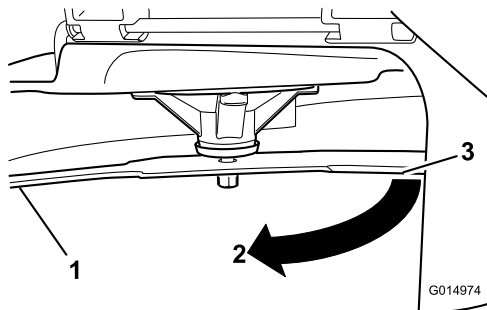

Figura 68
3. Segunda distancia medida entre cuchilla y superficie (B)
4. Gire la misma cuchilla 180 grados de manera que el otro extremo esté en la misma posición (Figura 68).